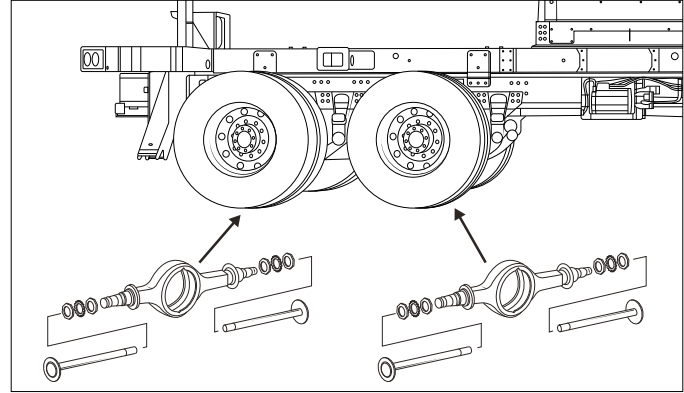

Figure 24 - Arbres de roue arrière
8. Installez une plaque de protection sur l'ouverture du moyeu **(Figure 24)** et fixez la avec les écrous.